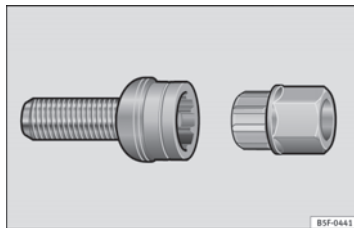

Fig. 177 Tornillo antirrobo de la rueda.
- Coloque el adaptador hasta el tope en el tornillo antirrobo de la rueda ⇒ fig. 177.